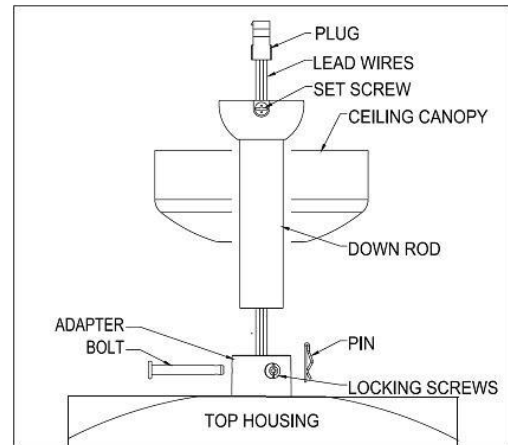

Abb. 4
4. Das Hängerohr in die Aufhängestange schieben ( siehe Abb.4) die Löcher der Aufhängestange auf die Löcher des Hängerohrs ausrichten und Bolzen einsetzen. Anschließend den Stift bis zum Ende des Bolzen einschieben.